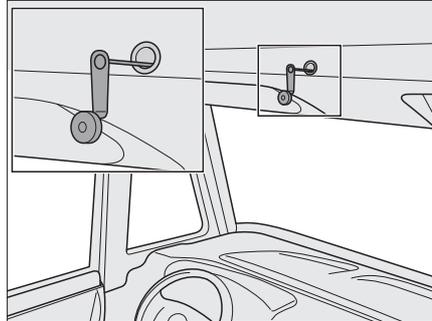

Bild 138 Notbedienung für elektrisches Hubbett
- ▶ Bei Stromausfall kann das elektrische Hubbett auch mit einer Notkurbel (Bild 138) bedient werden. Diese befindet sich in der Küchenzeile.